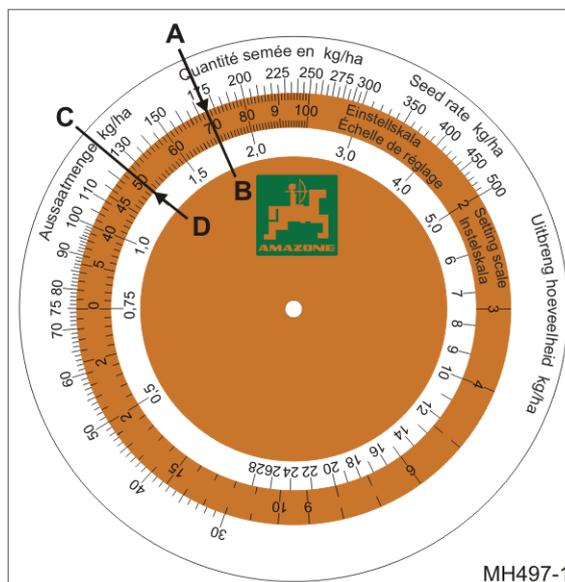

Fig. 56
- o errechnete Ausbringung 175 kg/ha (Fig. 56/A)
- o Getriebestellung 70 (Fig. 56/B) auf der Rechenscheibe übereinander stellen.
2. Die Getriebestellung für die gewünschte Ausbringung von 125 kg/ha (Fig. 56/C) auf der Rechenscheibe ablesen.
- Getriebestellung 50 (Fig. 56/D).